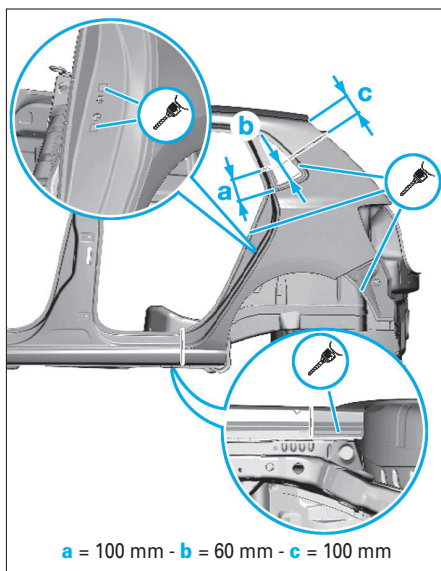
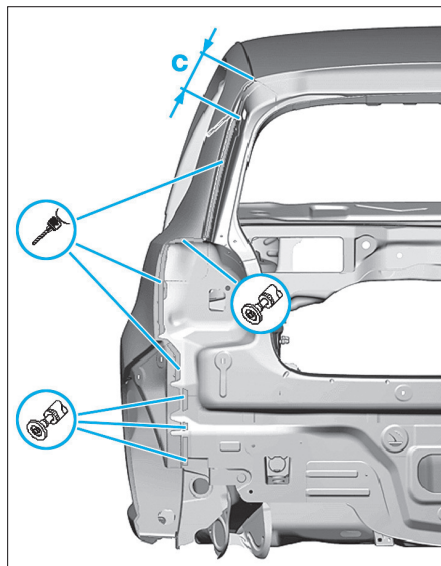

FIG. 91
FIG. 92
- Couper l'aile arrière en respectant les cotes (a), (b) et (c) puis dépointer (Fig.91) et (Fig.92).